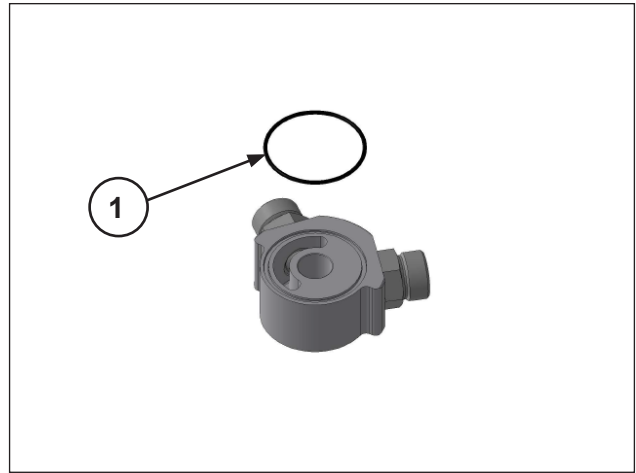

Abb. 129
Setzen Sie den O-Ring in den Sitz des Adapters des Luft-/Ölaustauschers ein (Pos. ①, Abb. 129) und überprüfen Sie seine korrekte Position.